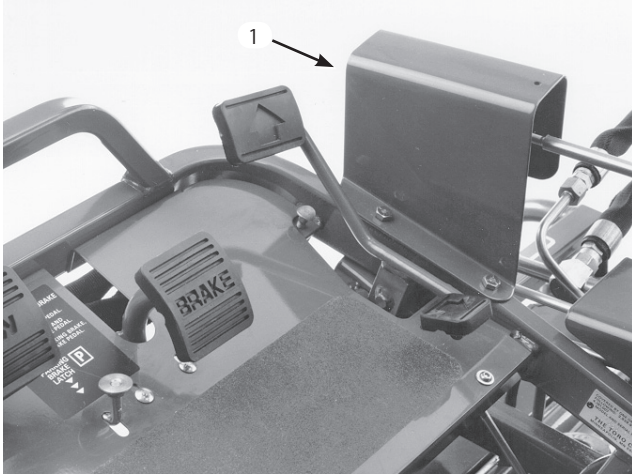

図45
1. スプールNo.1, No.2, No.3 をニュートラル位置 (行程ニュートラル位置の時に上昇ペダルと芝刈りペダルの高さの中央) に置き、フット・パネルからトランスファ・ロッド・ガードを取る (図45)。